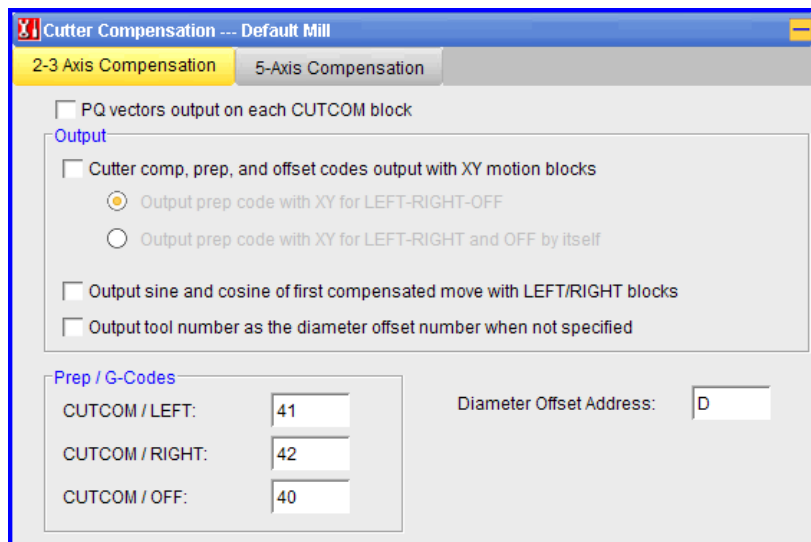

图 9.2.26 “Cutter Compensation”对话框
- **Cutter Compensation** : 刀具补偿。单击此按钮, 其页面显示如图 9.2.26 所示。